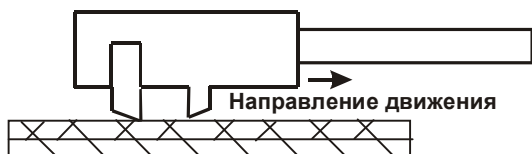

Рисунок 3
3.2 Поставить ручку протектором на покрытие, поджать через протектор резак к покрытию, и с достаточно сильным нажимом провести резак по покрытию на расстояние примерно 25 мм, прорезая покрытие до металла (рис. 3).